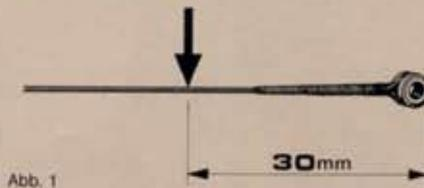

Abb. 1
- Saitenbefestigungsschraube ⑨ lösen und Saite entfernen.
- Das Ball End der Saite hinter der Wicklung abschneiden (siehe Abb. 1).